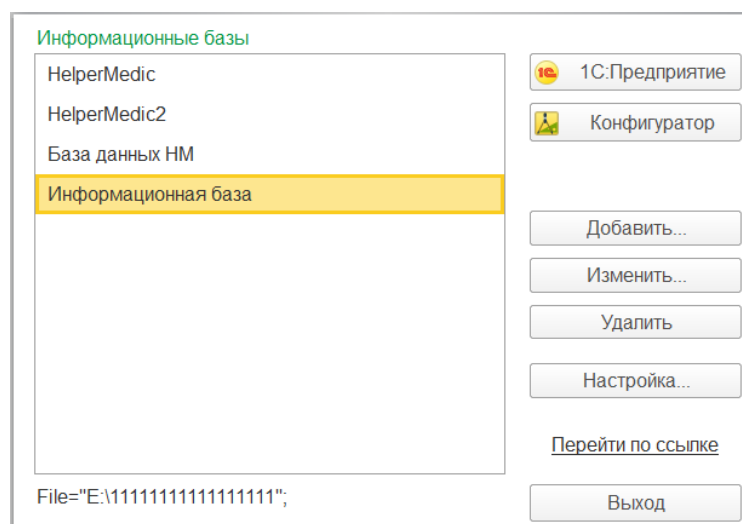

Рисунок 6 – Конфигуратор «1С:Предприятие»
2. Запустите «Конфигуратор» (см. рис. 6).